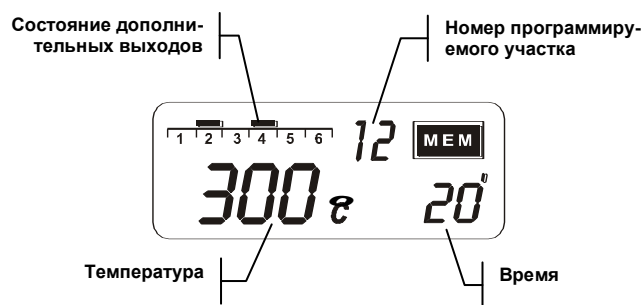

Рисунок 10. Параметры термической программы.
2.3.2.5 Переход к индикации параметров термической программы (см. рисунок 10) из режима текущих параметров осуществляется кнопкой РЕЖИМ. Изменяя номер участка кнопками ▲ и ▼, можно просмотреть параметры всей программы (программ).